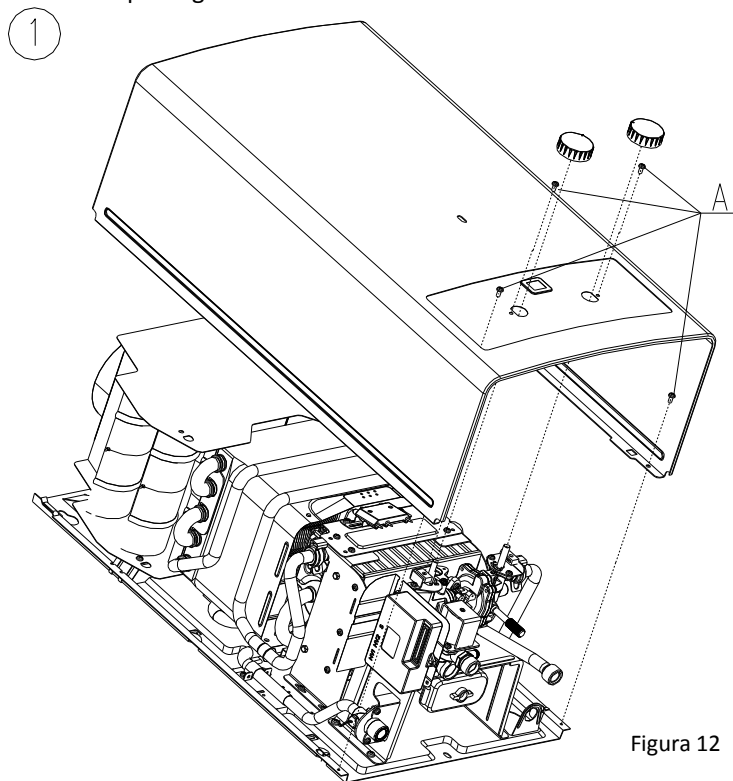

Figura 12
2. Como se muestra en la figura 12, remueva las dos perillas del frente. Remueva 2 tornillos de sujeción que se encuentran bajo las perillas y 2 tornillos de sujeción que afirman el frente al respaldo. Remueva finalmente el frente desplazando el frente sobre los clip de agarre.